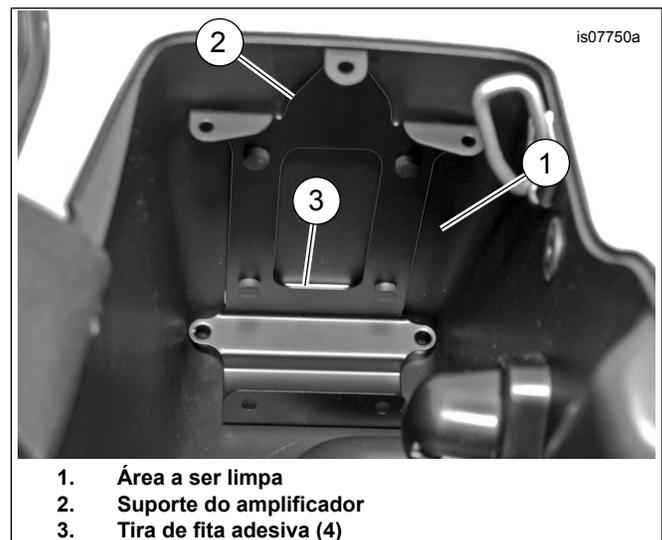

Figura 5. Instalação do suporte do amplificador
5. Veja Figura 5. Limpe as superfícies inferior e traseira internas do alforje com uma mistura de 50% de álcool isopropílico e 50% de água destilada.